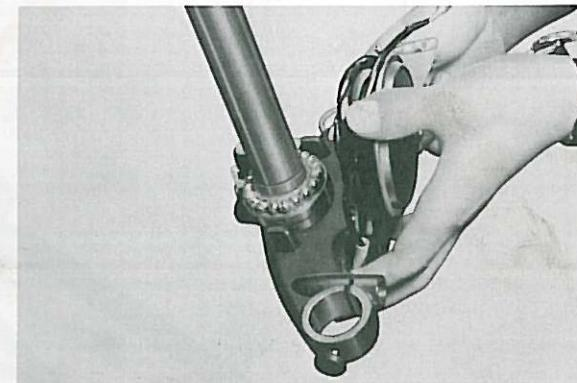

Fig. 5-7-10
2. Grease the lower ball race of the bottom assembly and arrange the balls around it. Then apply more grease. (Fig. 5-7-10)
2. Garnir de graisse la cuvette inférieure du roulement situé en bas, et disposer les billes sur son pourtour. Ensuite, ajouter de la graisse sur les billes. (Fig. 5-7-10)
2. Unterem Laufring des unteren Lagers einfetten und die Kugeln auflegen. Danach nochmals Schmierfett auftragen. (Fig. 5-7-10)